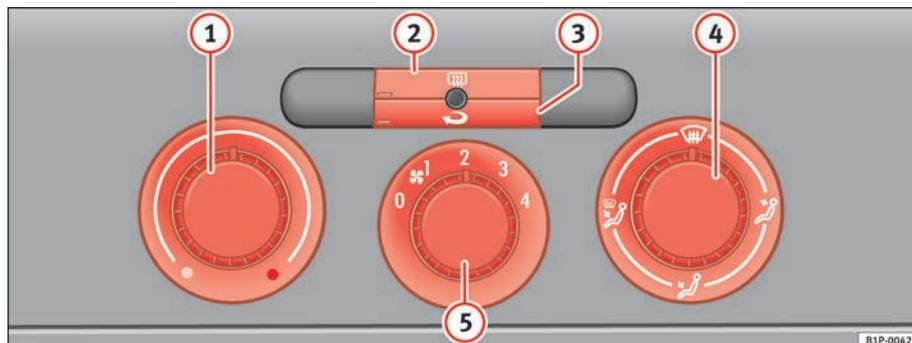

Fig. 107 Sur le tableau de bord : éléments de commande du chauffage
- Les régulateurs ⇒ fig. 107 ① et ④ et la commande ⑤ permettent de régler la température, la distribution de l'air et la vitesse de la soufflante.
- Appuyez sur la touche ② ou sur la touche ③ pour activer ou désactiver la fonction correspondante. Quand la fonction est active, le rectangle situé sur le coin inférieur gauche de la touche s'allume.